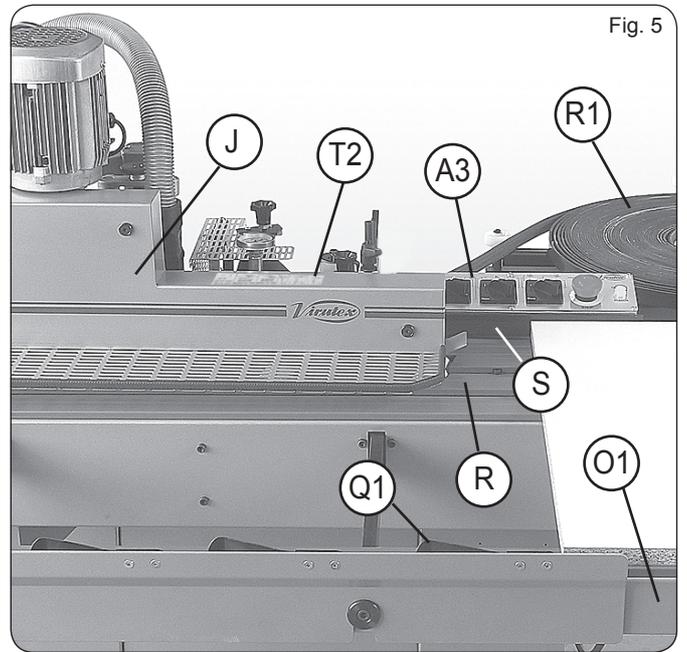

Fig. 6
- Для того, чтобы проверить правильность регулировок на профильных фрезерных агрегатах следует взять для пробы пластину с кантом и отпрофиллировать её с обеих сторон; для этого вращающийся переключатель СМЗ (рис. 6) установить в положение 1. Перед нанесением канта на пластину следует проверить все регулируемые
Если при проклейке канта имеет место соединение торцов спереди и сзади, это значит, что поворотный переключатель СМ1 (рис. 6) установлен в положение 1 и в задней части отсутствует кант или выступ, то в таком случае имеется возможность внести коррективы путём лёгкого вращения рычага А2 (рис. 26) вправо или влево (-, +), как это указано на шильдике прикреплённом к изделию.
Рычаг А (рис. 6) находится в положении 1 для канта толщиной 1 мм. Поворотный выключатель СМ1 (рис. 6) установить в положение 1, торцы спереди и сзади. Поворотный выключатель СМ2 (рис. 6) в положении 1, загрузочный и нагревательный агрегаты включены. Поворотный выключатель СМ3 (рис. 6) в положении 1, функция профилирования с обеих сторон обрабатываемой пластины.
Рычаг А (рис. 6) находится в положении 2 для канта толщиной от 1 до 2 мм.
Поворотный выключатель СМ1 (рис. 6) установить в положение 1, торцы спереди и сзади.
Поворотный выключатель СМ2 (рис. 6) в положении 1, загрузочный и нагревательный агрегаты включены.
Поворотный выключатель СМ3 (рис. 6) в положении 1, функция профилирования с обеих сторон обрабатываемой пластины.
Рычаг А (рис. 6) находится в положении 3 для канта толщиной от 2 до 3 мм.
Поворотный выключатель СМ1 (рис. 6) установить в положение 4, торцы с выступом спереди и сзади.
Поворотный выключатель CM1 (рис. 6) установить в положение 1.
Установите переключатель CM1 (рис. 6) в положение 2.
Поворотный выключатель CM1 (рис. 6) в положении 3.
Поворотный выключатель CM1 (рис. 6) в положении 4.